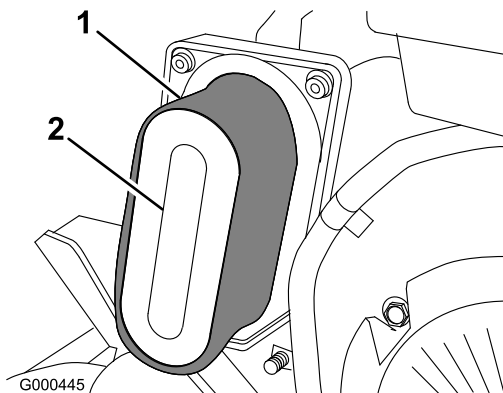

Figure 23
3. Si l'élément en mousse est encrassé, sortez-le de l'élément en papier (Figure 23). Nettoyez-le soigneusement.